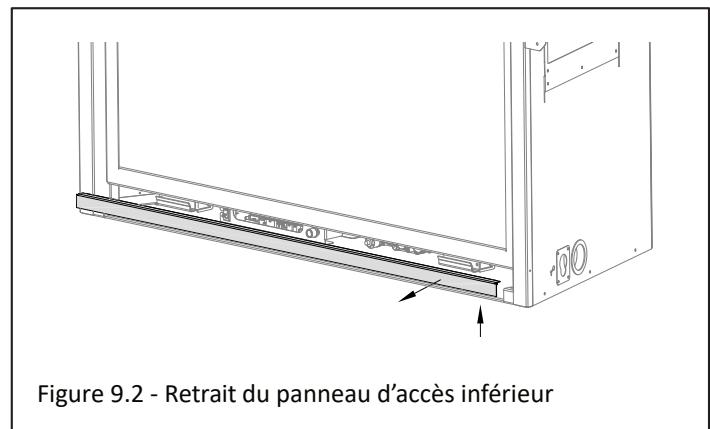

Figure 9.2 - Retrait du panneau d'accès inférieur
2. Retirez le panneau d'accès inférieur en tirant vers le haut pour accéder au compartiment de contrôle sous le foyer. Voir la Figure 9.2.